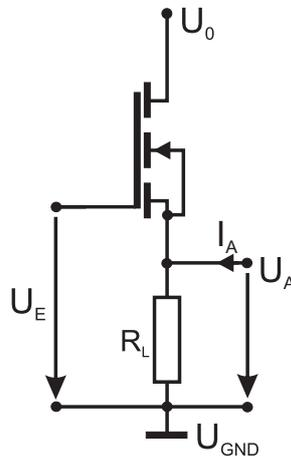

Abb. 4.3: MOSFET Grundschaltung
4.3 Gegeben sei nun die Schaltung in Abbildung 4.3. Der Transistor befindet sich im Abschnürbereich.
- Beschriften Sie die Transistoranschlüsse (G,D,S,B) in Abb. 4.3 und tragen Sie U_{GS} ein!